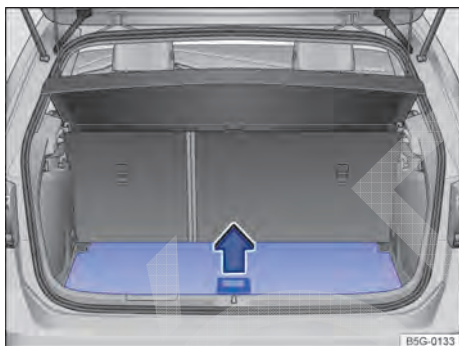
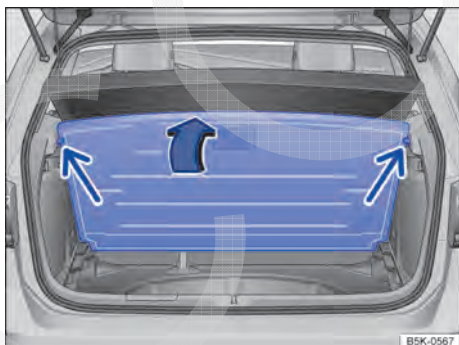

Fig. 187 No compartimento de bagagem: levantar o assoalho do compartimento de bagagem variável.
Fig. 188 No compartimento de bagagem: dobrar o assoalho variável do compartimento de bagagem para cima.
- Para *abrir*, pegar no rebaixo no assoalho do compartimento de bagagem → Fig. 187 e dobrar para cima o assoalho do compartimento de bagagem, até que ele fique seguro nas travas laterais (setas) → Fig. 188.